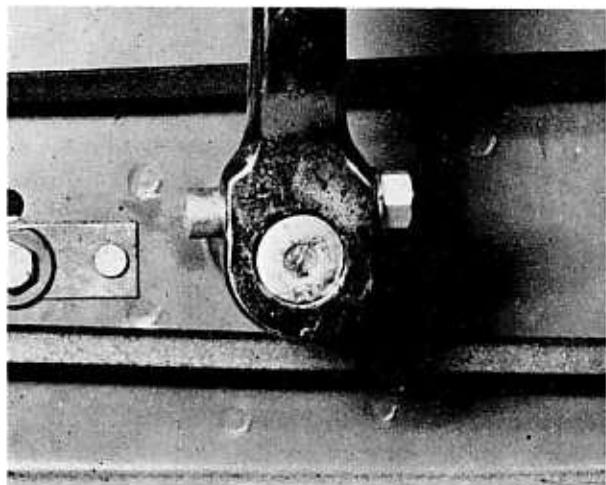

Bild 77
- Auch diese Teile entsprechen weitgehend Fahrtradteilen, mit Ausnahme der Lagerung der Tretkurbelwelle, die in zwei Büchsen statt in Kugellagern erfolgt. Die Tretkurbeln sind mit Keilen auf der Welle befestigt (Bild 77). Zum Abnehmen der Tretkurbeln die Keilmuttern teilweise abschrau-